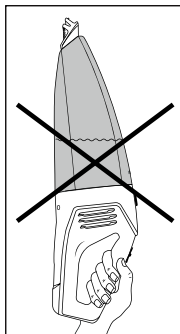

Fig. 4
- Hvis du bærer produktet vandret eller med vådmundstykket **1** opad, kan væsken løbe ud (se fig.4 og 5):